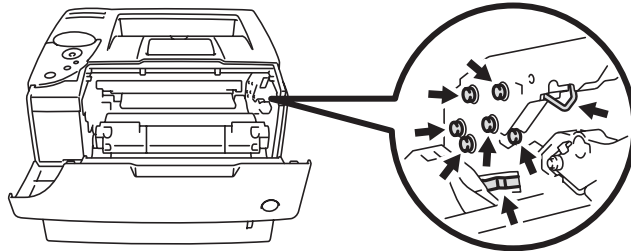

Abbildung 5-3
- Berühren Sie keinesfalls die in Abbildung 5-3 gezeigten Elektroden, sonst kann der Drucker durch statische Elektrizität beschädigt werden!